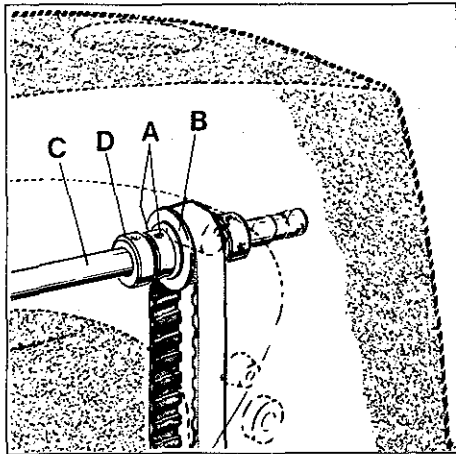

Fig.38
While rotating pulley in operating direction, the spreader should begin to move from its extreme left position to the right as the needle bar descends 1.5 to 2.0 mm (.060 to .080 in.) from top of stroke. Adjustment for timing the spreader travel can be made by loosening the two screws (A, Fig. 38) in the hub of sprocket (B), right inside the arm casting, advance or retard sprocket on shaft for spreader drive (C) as required. Thrust hub of sprocket against collar (D) when retightening screws (A).
Drehen Sie die Handrad-Riemenscheibe in N hrichtung, der Leger soll beginnen sich aus seiner linken Endstellung nach rechts zu bewegen, wenn sich die Nadelstange von ihrer obersten Stellung etwa 1,5 bis 2,0 mm nach unten bewegt hat. Die Legerbewegung l st sich nach L sen der beiden Schrauben (A, Fig. 38) in der Nabe des Zahnriemenrades (B), rechts im Maschinenarm und entsprechendes vor- oder zur ckdrehen des Zahnriemenrades auf der Welle f r Legerantrieb (C) zeitlich abstimmen. Beachten Sie, da  die Nabe des Zahnriemenrads am Stelling (D) anliegt, wenn Sie die Schrauben (A) wieder anziehen.